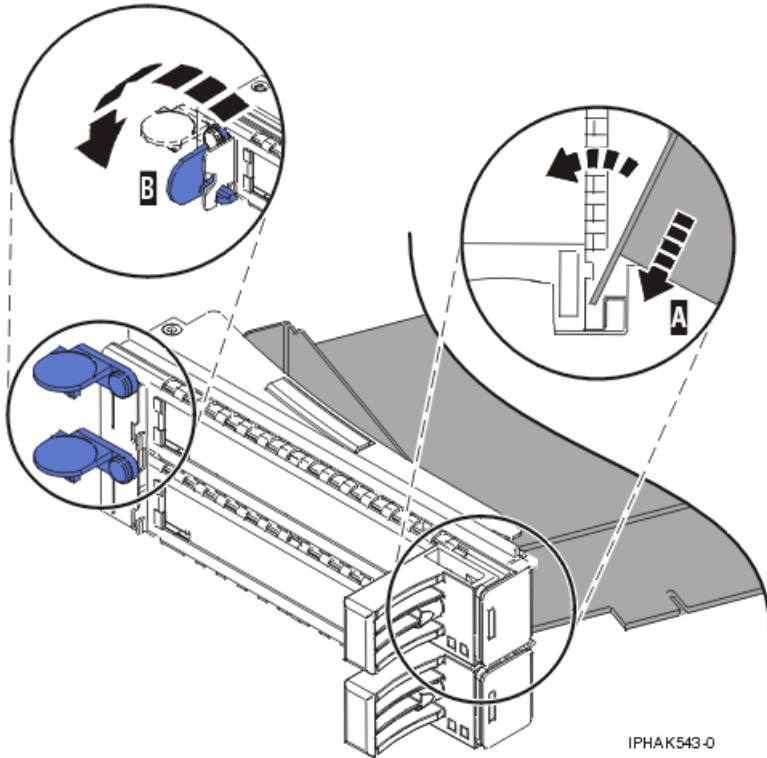
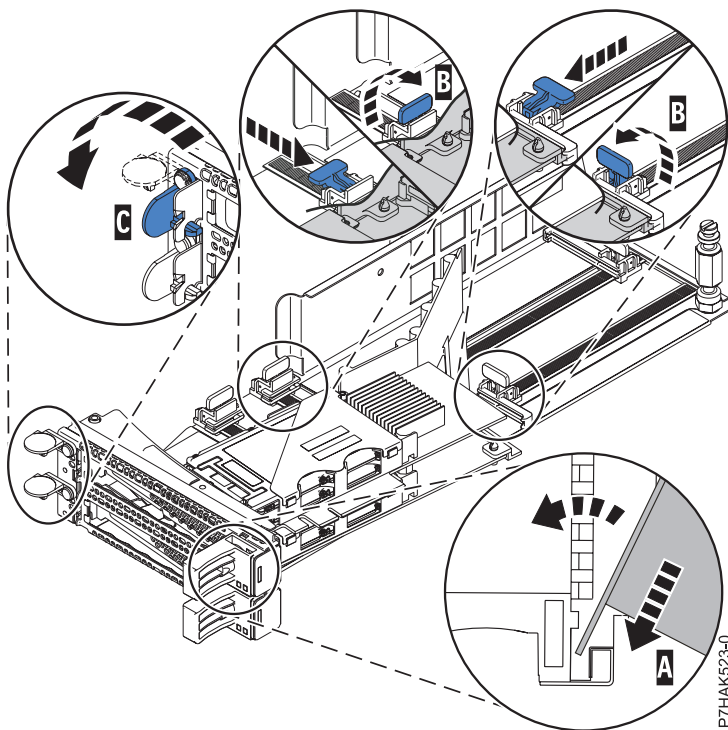

Figure 98. Remplacement de la carte de la cassette de cartes PCI
Figure 99. Remplacement d'une carte PCIe RAID et SSD SAS dans la cassette de la carte PCI
- a. Placez le levier de blocage de la contre-poupée en position ouverte, insérez fermement la carte dans le bloc de retenue (**A**). Pour une carte PCI standard, voir figure 98, à la page 108. Pour une carte PCIe RAID et SSD SAS, voir figure 99, à la page 108.